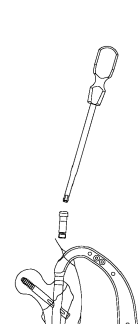

図 23
- 21) ストレートドライバーを用いてネイル接続ネジを外し、ターゲットデバイスを取り外します。(図 23)